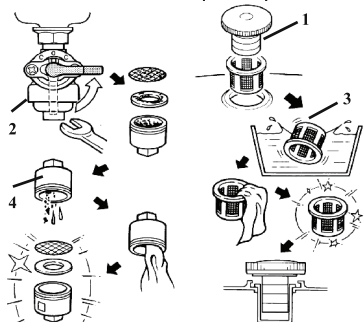

рис. 7
- снимите крышку бензобака (рис.7 поз.1) и колпачок крана подачи бензина (рис.7 поз.2), стараясь не повредить уплотнение;
- удалите загрязнения с фильтров (рис.7 поз.3 и 4) промыванием в растворе (типа Уайт-Спирит) и продувкой;
6.6.2 Слейте или полностью выработайте имеющуюся в баке топливную смесь (слив производится снятием колпачка крана подачи топлива (рис.7 поз.2)).